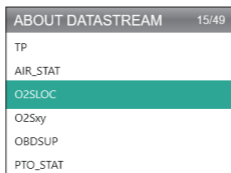

Figura 9.1.3
3. Selecciona ACERCA DEL FLUJO DE DATOS (Ver la Figura 9.1.3) y presiona [OK] para ver la definición de cada elemento del flujo de datos.